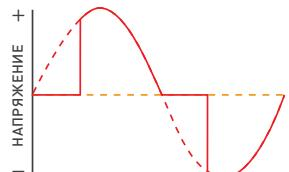

Рис. 2.
- 3.11. Светорегулятор работает по отсечке переднего фронта. Режим предназначен для работы с индуктивной нагрузкой, а также допускает использование резистивной нагрузки, например, ламп накаливания [рис. 2].